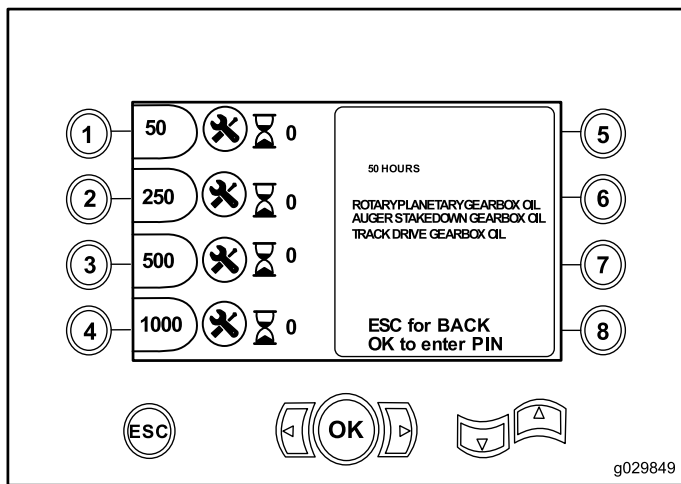

Bild 11
- Taste 1: Wartungsplan mit 50 Stunden (Bild 11)